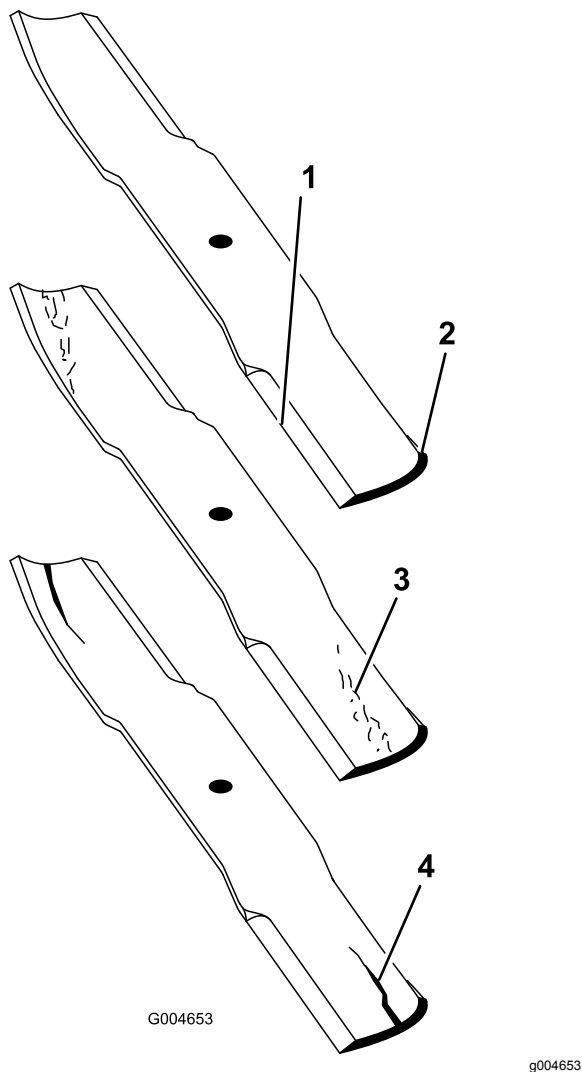

Figure 103
2. Examinez attentivement les tranchants de la lame, particulièrement au point de rencontre de la partie plane et de l'ailette (Figure 103).
Remarque: Le sable et les matières abrasives peuvent éroder le métal à cet endroit, c'est pourquoi il est important de contrôler l'état de la lame avant d'utiliser la tondeuse. Remplacez la lame si elle vous semble usée (Figure 103).